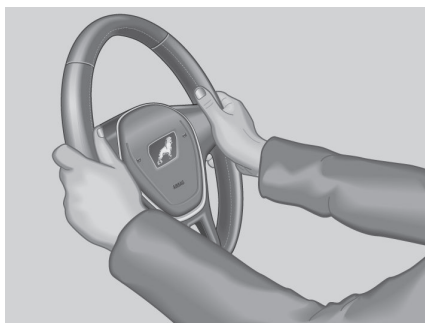

Abb. 52 Am Lenkrad: Neun-Uhr- und Drei-Uhr-Position.
2. Lenkrad so einstellen, dass es mit beiden Händen und leicht gebeugten Armen seitlich am äußeren Rand (Neun-Uhr- und Drei-Uhr-Position) → **Abb. 52** festgehalten werden kann.